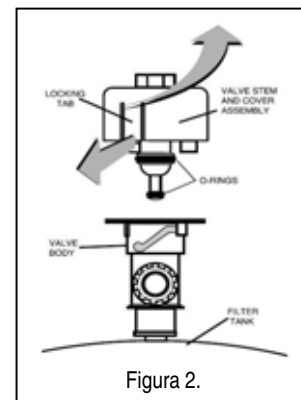

Figura 2.
3. Con la válvula de alivio fija al tanque del filtro, retire las aletas de cierre y saque el vástago de la válvula y el conjunto de la cubierta con un movimiento de giro en sentido antihorario y de elevación, véase la figura 2.
3. Con la valvola di sicurezza fissata al serbatoio del filtro, tirare le linguette di bloccaggio e togliere lo stelo della valvola e l'assieme coperchio girando in senso antiorario e sollevando, come da figura 2.